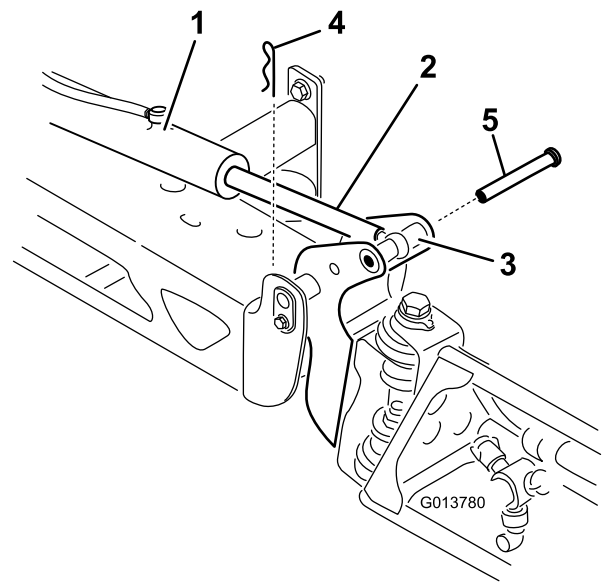

Bild 113
3. Heben Sie den Ausleger an und nehmen Sie den Stift ab (Bild 113), senken Sie den Ausleger dann langsam auf den Boden ab.
2. Nehmen Sie den Splint vom Lagerbolzen ab (Bild 113).
9. Halten Sie den Ausleger fest und stecken Sie den Stift durch das Auslegerscharnier und die Aktuatorstange (Bild 113).